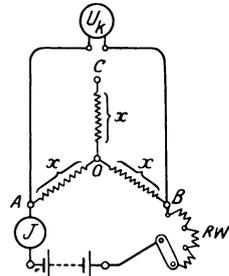

Abb. 18. Bestimmung der Widerstände bei Sternschaltung zu Aufgabe 77.
77. Drei unbekannte aber gleiche Widerstände sind, wie Abb. 18 zeigt, zu einem Stern vereinigt. Man schickt zu den Klemmen *A* und *B* einen Strom $J = 3$ [2] A, und mißt die Klemmenspannung $U_k = 9$ [6] V zwischen *A* und *B*.